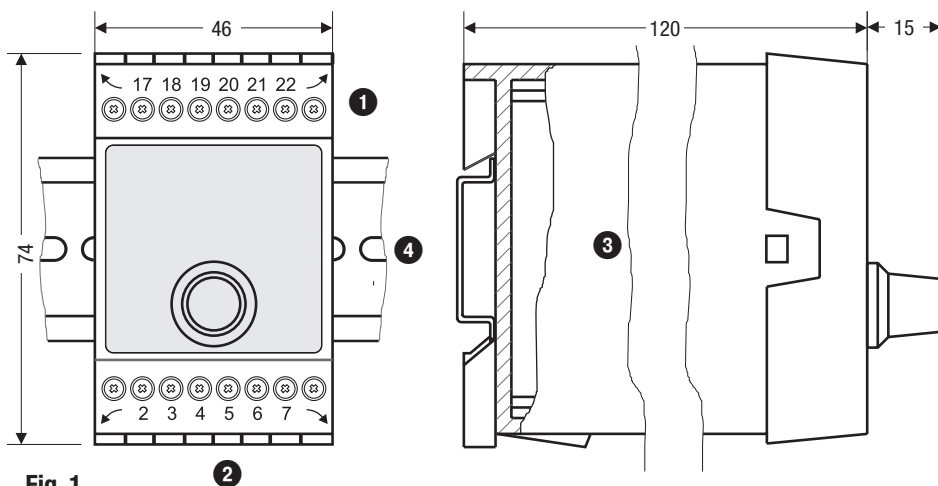

Fig. 1
L'interruttore di conduttività TRS 5-52 è agganciato su guida simmetrica TH 35, EN 60715 all'interno del quadro di controllo. Fig. 1 ❹